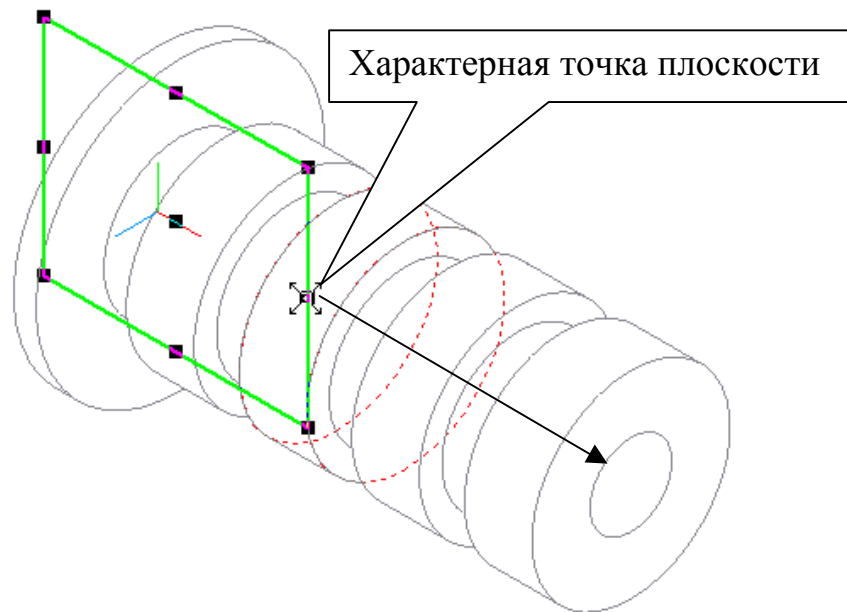

Рис. 113
- Для того чтобы выполнить копирование с помощью команды **Массив по концентрической сетке**, необходимо создать ось, вокруг которой выполняется копирование. В предыдущих работах такая ось создавалась командой **Ось конической поверхности**. Так как в дальнейшем необходимо выполнить **Массив вдоль кривой**, то целесообразно выполнить такую ось, которую можно было бы использовать для выполнения двух команд. Укажите в дереве построения плоскость **XU**, установите курсор на узел (характерную точку) плоскости и, не отпуская кнопку мыши, вытяните плоскость на всю длину детали, рис. 113.